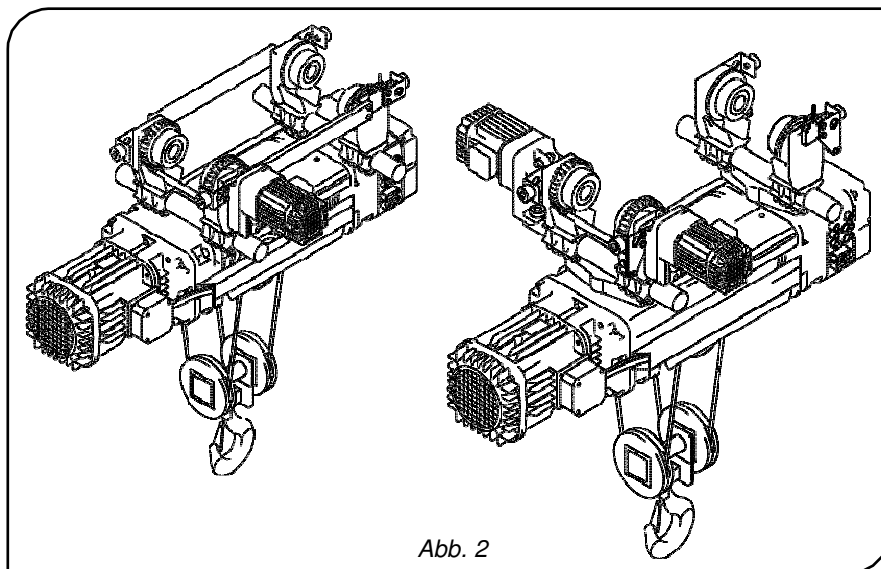

Abb. 2
- **Mit E-Laufkatze, Einträger-Ausführung, Typ DST/N/S:** (Abb. 2)